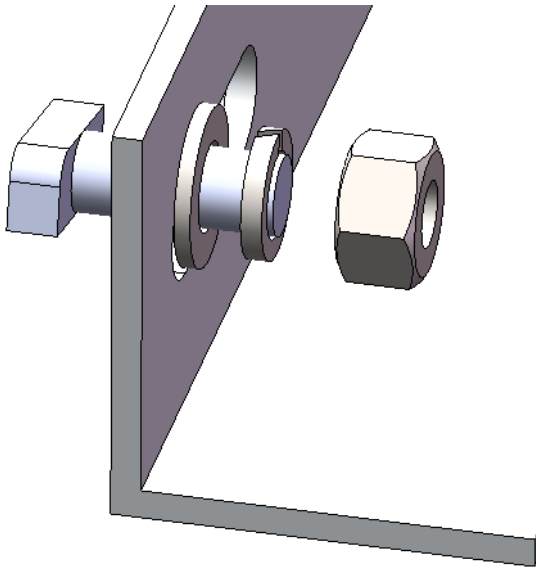

图1
2.4a,将横梁85放在纵梁80上（图1）（较长阵列安装时建议每组安排3-4人进行安装）；
2.7a,先将T形螺栓组件预锁在后斜拉撑条形孔上（图1）；